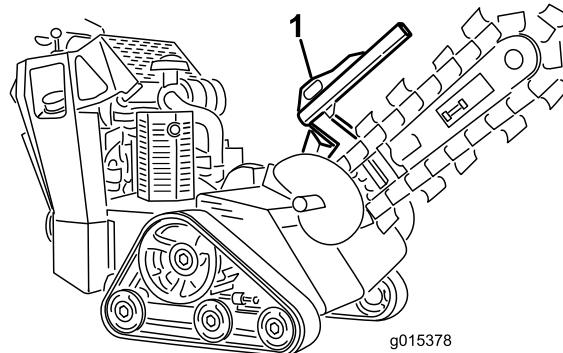
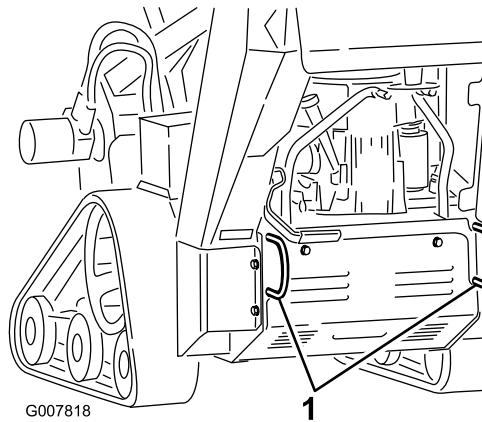

Bild 22
Bild 23
- Befestigen Sie Ketten oder Riemen an den Vergurtungsstellen bzw. Hebelaschen vorne und hinten an der Maschine, um die Maschine am Anhänger zu befestigen (Bild 22 und Bild 23). Halten Sie die örtlichen Vorschriften für Anhänger und Vergurtung ein.
Sie können die Maschine mit den Vergurtungs- und Hebeschläufen als Hebestellen hochheben (Bild 22 und Bild 23).